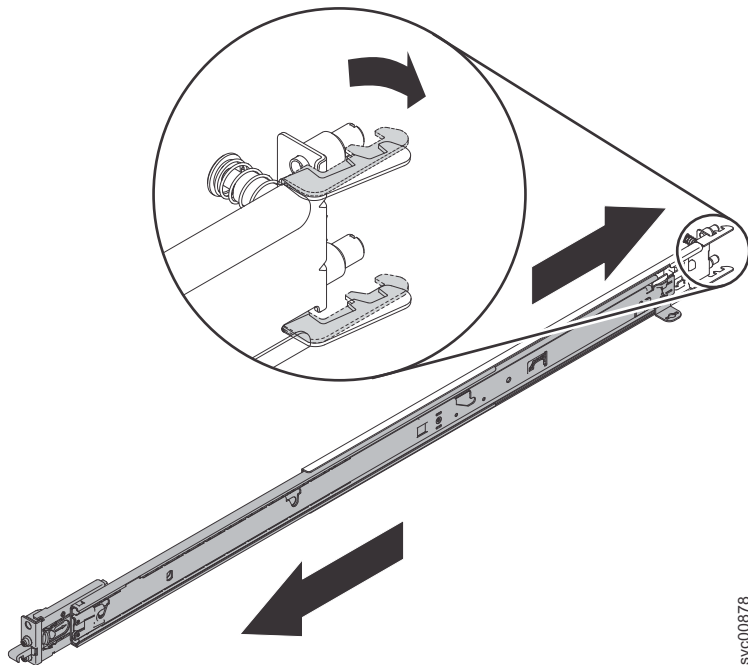

図 63. 背面のスライド・レールのフックを開く
2. 図 63 に示すように、背面のスライド・レールのフックを開きます。